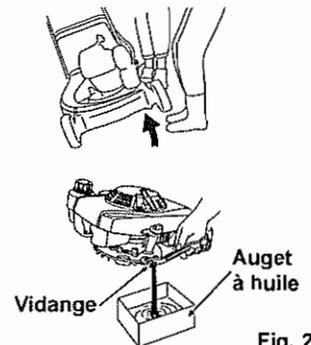

Fig. 29
- 1 Enlevez le bouchon du réservoir à huile. (Voir Section 8.1.1) (Voir Fig. 29)